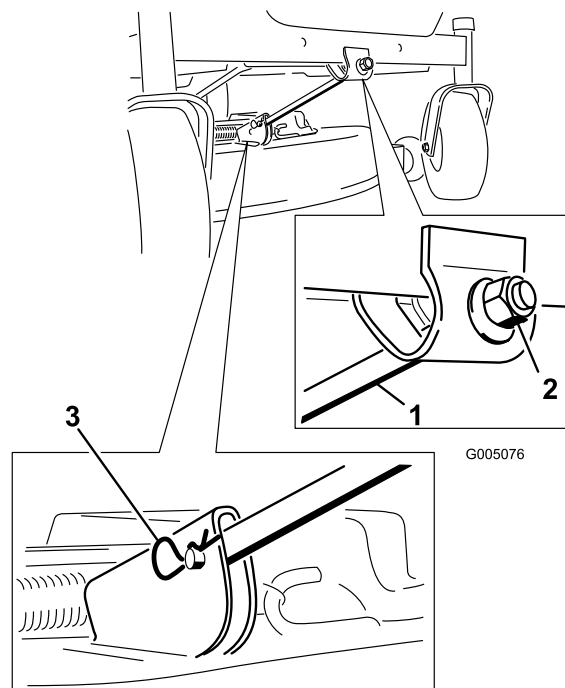

Figura 45
4. Retire el pasador y la chaveta de la varilla de soporte delantera (Figura 45). Baje cuidadosamente la parte delantera de la plataforma del cortacésped al suelo.
6. Conecte la varilla de soporte delantera a la plataforma del cortacésped con el pasador y la chaveta (Figura 45).